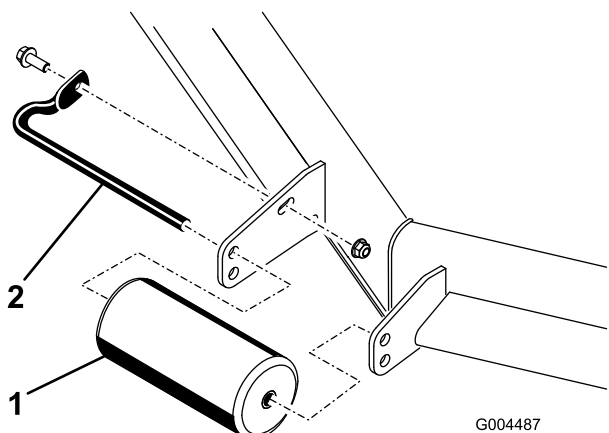

Figure 27
4. Retirez les fixations de chaque galet sur le plateau de coupe et montez ou abaissez les galets selon le cas ; reportez-vous aux Figure 27 à Figure 31 selon ce qui convient à votre tondeuse.